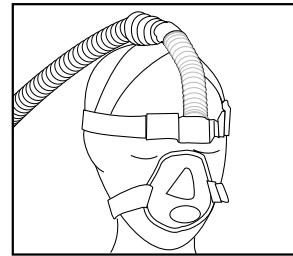

Abbildung 7
- Halten Sie sich die Maske lose auf das Gesicht. Bringen Sie die Kopfhalterungsbänder so an, dass die Maske bündig und bequem am Gesicht aufliegt (**Abbildung 7**).